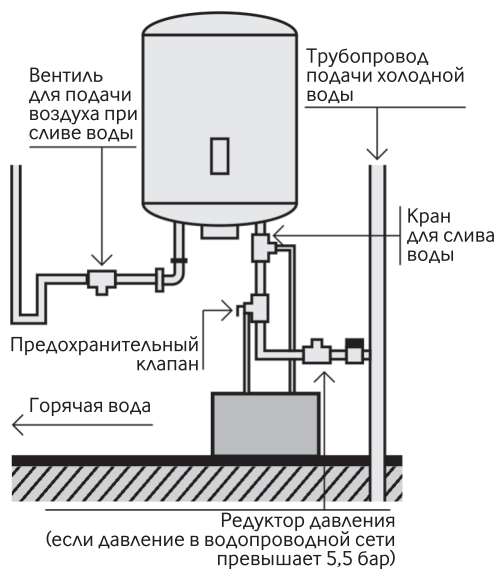

Рисунок 4: Подключение с краном для слива воды
3.2.7 В целях упрощения сервиса аппарата рекомендуется установить между входящим патрубком холодной воды (7) кран для слива воды согласно рис. 4.